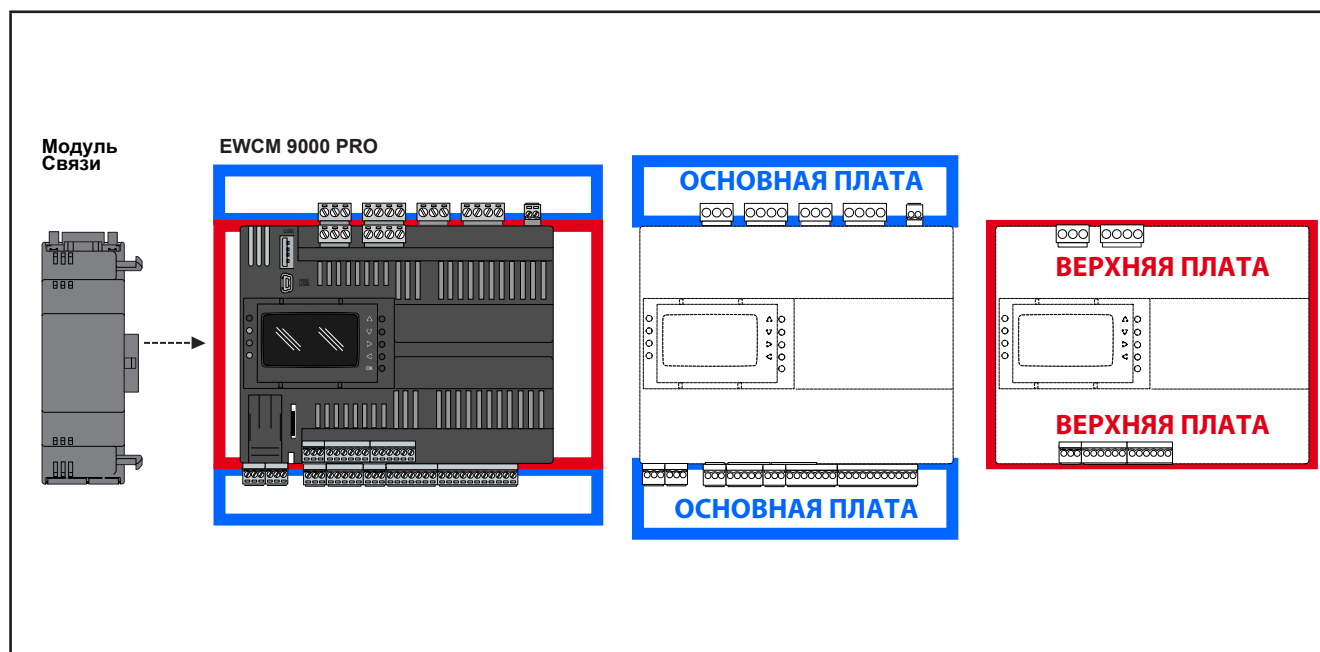

Рис. 2. EWCM 9000 PRO: Основная и Верхняя платы
Контроллеры EWCM 9000 PRO (HF) (смотри Рис. 2 на странице 15) имеют Основную и Верхнюю платы.